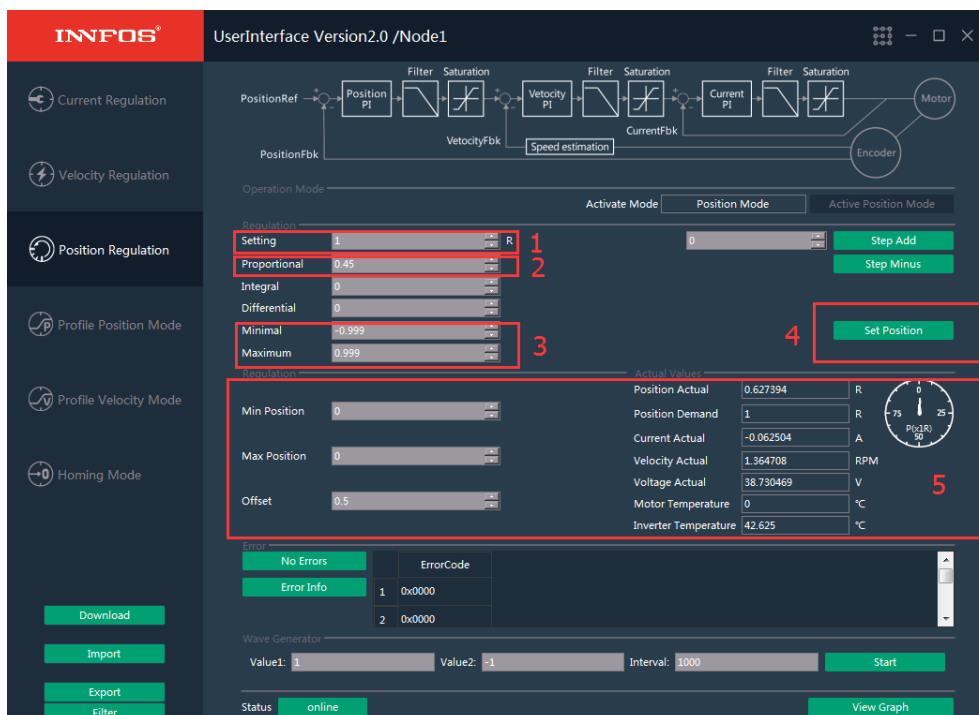

图 34
1) 在图 34 的 1 处 “Setting” 框中输入位置值大小（单位：R），在图 34 的 4 处按 “Set Position” 键，微伺服开始转动，微伺服转到输入位置后，停止
- 2) 微伺服开始转动后，在图 34 的 5 处状态值栏可以看到当前微伺服的各项参数值
- 4) 图 34 的 3 处的 Minimal 框和 Maximum 框为位置环输出给速度环的速度限制，例如：速度最大为 6000R，输入值为 0.5，那么微伺服最大速度增加到 $6000 \times 0.5 = 3000\text{R/分钟}$ 的时候，速度值将受限，不再增加